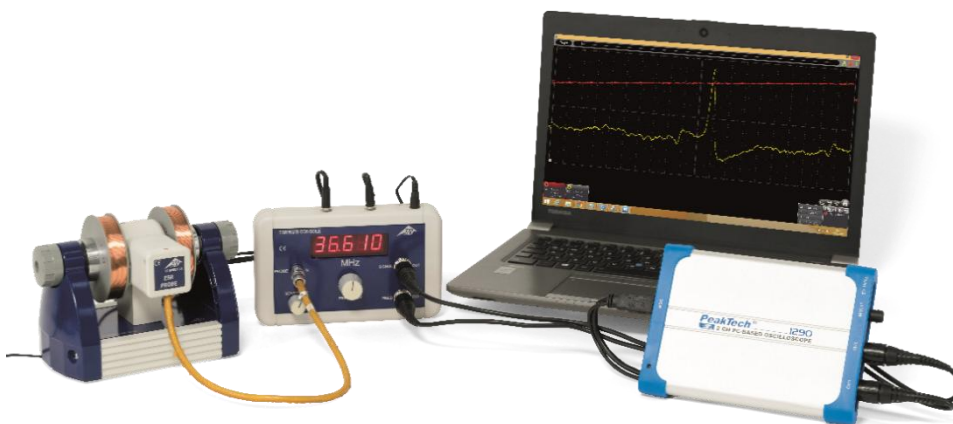

Abb. 3: Experimenteller Aufbau ESR mit einem PC-Oszilloskop
- Ausgang „SIGNAL OUT“ des Steuergeräts an Kanal 1 des Oszilloskops und Ausgang „FIELD OUT“ an Kanal 2 anschließen (siehe Abb. 3).